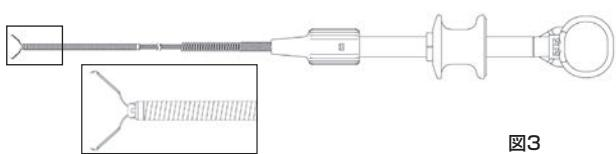

図3
9. スライダを先端側へゆっくりと押し、クリップをコイルシースから突出させる。（図3）